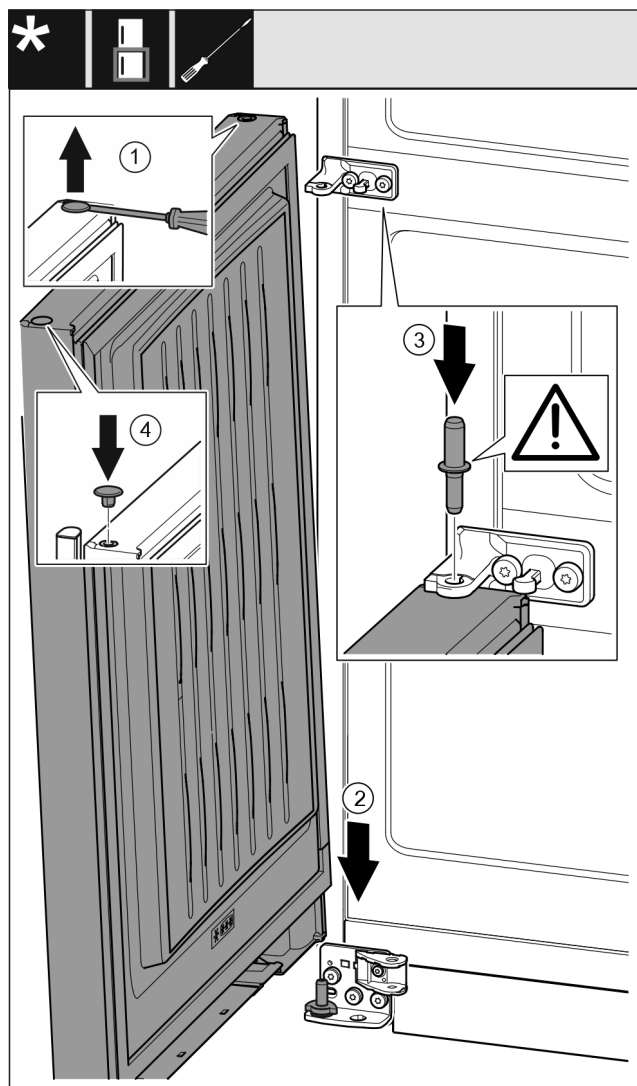

Fig. 57
- Zátku Fig. 57 (1) opatrně nadzvedněte plochým šroubovákem a vytáhněte.
- Dveře Fig. 57 (2) nasadte shora na dolní ložiskový čep.
- Prostřední ložiskový čep Fig. 57 (3) vložte do dolních dveří přes prostřední stojan ložiska. Přitom dávejte pozor, aby zajišťovací vačka směřovala dozadu.
- Zátku Fig. 57 (4) opět vložte na druhé straně dveří.